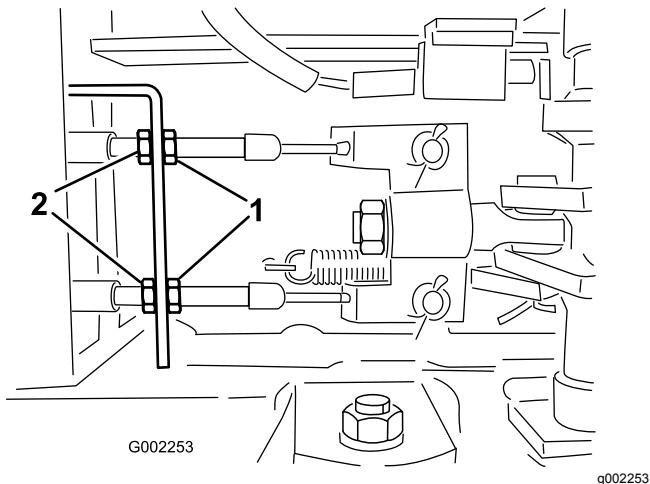

图 92
5. 松开打药机前端下面的刹车线上的前锁紧螺母图 92。
6. 均匀地旋紧后锁紧螺母直至刹车踏板移动 12cm 时即感觉到阻力图 92。